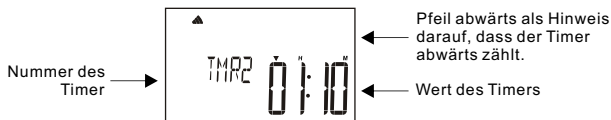

Abb. 5 – Ein Beispiel für Timer 2
- Starten des Timers: Drücken Sie die Taste START/STOP, um die Eingabe zu bestätigen und den Timer zu starten. Im Display (Abb. 5) erscheint ein Pfeil abwärts als Hinweis darauf, dass der Timer abwärts zählt (bei einem aufwärts zählenden Timer erscheint stattdessen ein Pfeil aufwärts). Hinweis: Beim Empfänger wird nur der laufende Timer angezeigt (Beispiel: Wenn Timer 1 angehalten ist, wird er beim Empfänger nicht angezeigt).
Alarm ab, die Hintergrundbeleuchtung schaltet ein (Alarm und 30 Sekunden Blinken) und der Timer zählt nun aufwärts (statt des Pfeils abwärts aus Abb. 5 erscheint nun ein Pfeil aufwärts), sobald der Timer abgelaufen ist. Hinweis: Das Thermometer gibt weiterhin jede Minute einen Alarm ab (5 Sekunden), während die Hintergrundbeleuchtung blinkt (5 Sekunden).